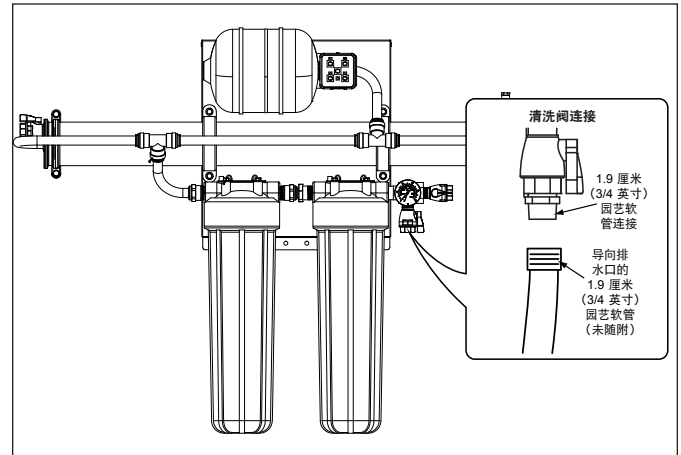

图 6. 清洗阀连接
3. 将软管连接至清洗阀配件。必要时，使用备用扳手固定配件 (图 6)。